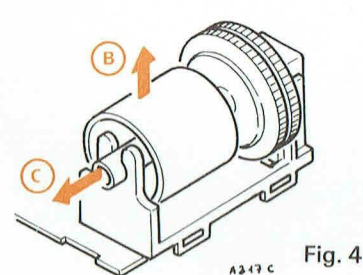

Fig. 4
- 4 - Dégager du chevalet l'extrémité gauche de l'axe, dans le sens B (Fig. 4).
- 5 - Dissocier le tambour du sous-ensemble par une traction C (Fig. 4).